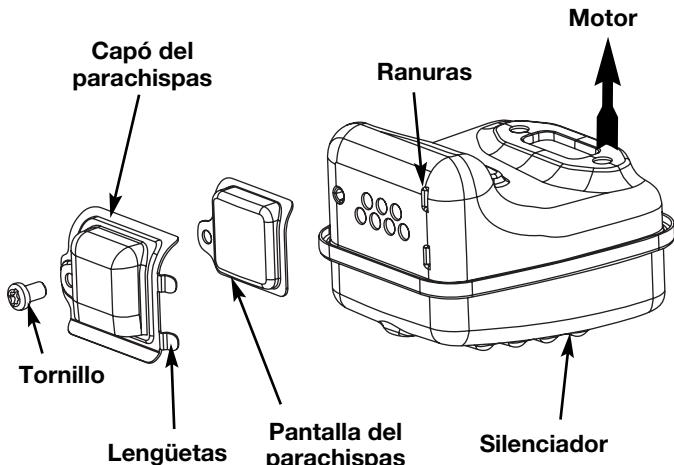

Fig. 22
- Localice el silenciador, pero no lo quite. Busque los dos (2) tornillos en la parte inferior del silenciador (Fig. 22). Estos tornillos unen el conjunto de deflecto de escape y la pantalla del parachispas a la parte inferior del silenciador. Quite el tornillo usando una llave torx No. 20 o un destornillador plano.
- Coloque la placa del parachispas encima del parachispas con el lado "levantado" hacia arriba mirando al motor (Fig. 22).
- Coloque el capó del parachispas encima de la placa del parachispas con el lado "levantado" hacia arriba y la apertura mirando en dirección CONTRARIA al motor (Fig. 22). Asegúrese de que el escape se dirija en dirección CONTRARIA al motor.